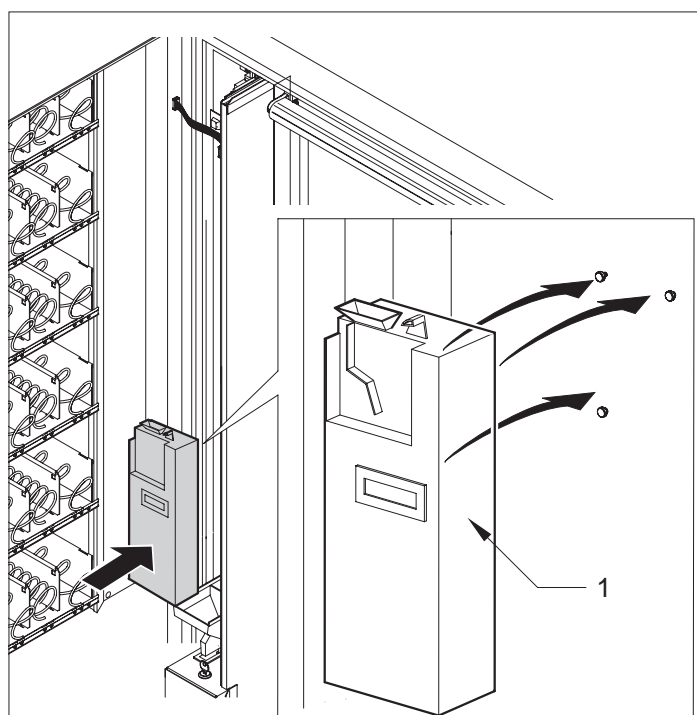

Fig. 6.12
– conectar o sistema de pagamento (Fig.6.12-pos.1) para as fichas à ficha Master